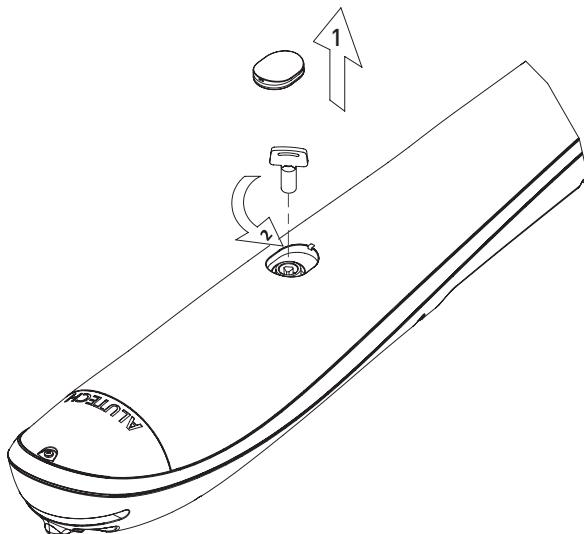

Рисунок 15. Ручная разблокировка
Разблокировка привода (рис. 15) выполняется специальным ключом из комплекта привода. Ключ поворачивается на ~180° в направлении маркировки **OPEN**. Чтобы вернуть привод в заблокированное состояние (зашелление) необходимо ключ повернуть в направлении знака **CLOSE**. После блокирования медленно, без рывков и ударов переместите створку рукой, пока не услышите характерный щелчок защелки.
- Разблокируйте привод как показано на *рис. 15*.